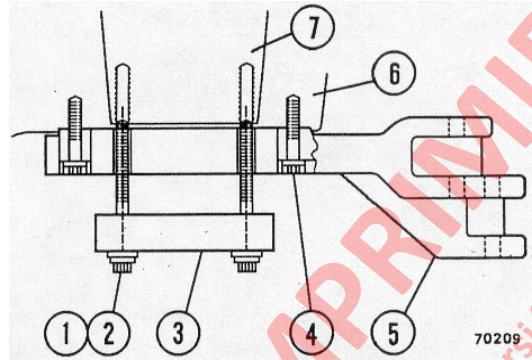

FIGURA 8-1. PISTON/HUSILLO/BRAZO DE LA DIRECCION
1. Saque los pernos y golillas (1 y 2, Figura 8-1) de la placa de retención Hydrair y la placa de retención (3) de la parte inferior del husillo.
2. Cuidadosamente saque 15 de los 24 pernos de ajuste del brazo de la dirección (4) de la siguiente forma: